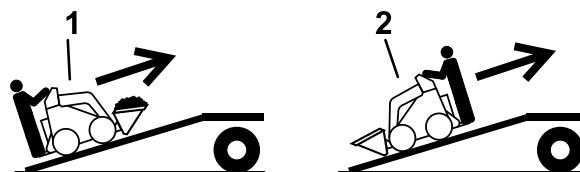

Bild 12
5. Fahren Sie beim Verladen auf den Anhänger mit dem schweren Ende der Maschine auf die Rampe und befördern Sie Lasten niedrig (Bild 12).